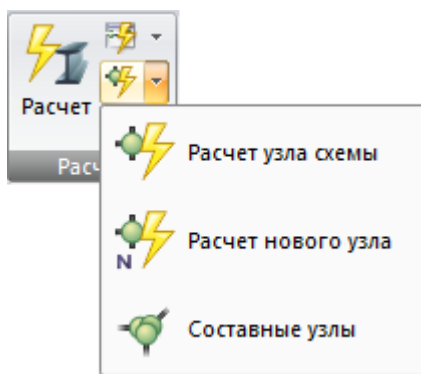

Рис. 141. Раскрывающийся список **Расчет узла**
**Расчет узла схемы** (рис.141) – раскрывающийся список с заменой. Расчет узла стальных элементов схемы, новых и составных узлов.